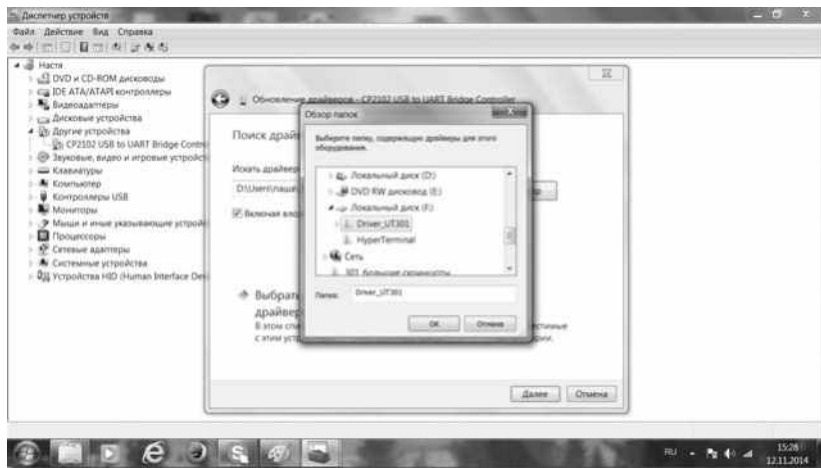
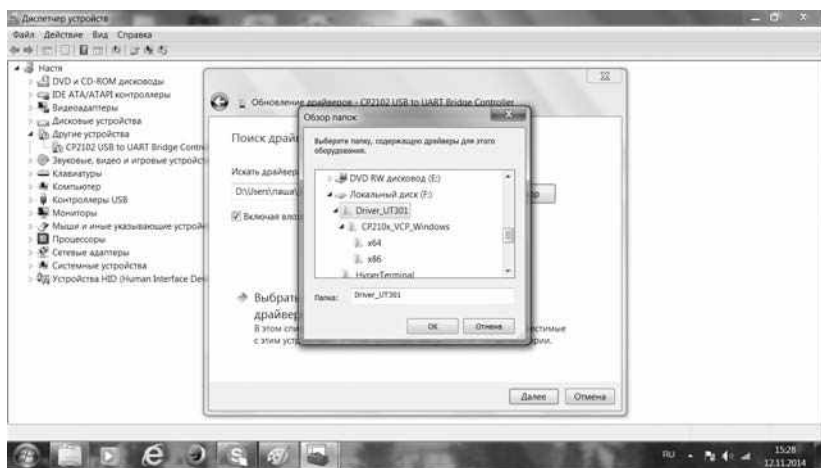

Рис. 9
Рис. 10
3.8. Т. к. файлы драйвера находятся на съемном накопителе, кнопкой «Обзор»/Выбрать файл» переходим к его месторасположению на ПК и выбираем папку под названием «Driver\_UT301» (рис.9). Нажимаем «OK» (рис.10).